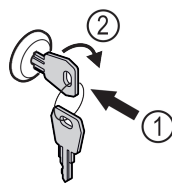

Fig. 151
- ▶ Inserire la chiave Fig. 151 (1).
- ▶ Ruotare la chiave di 90° in senso orario Fig. 151 (2).